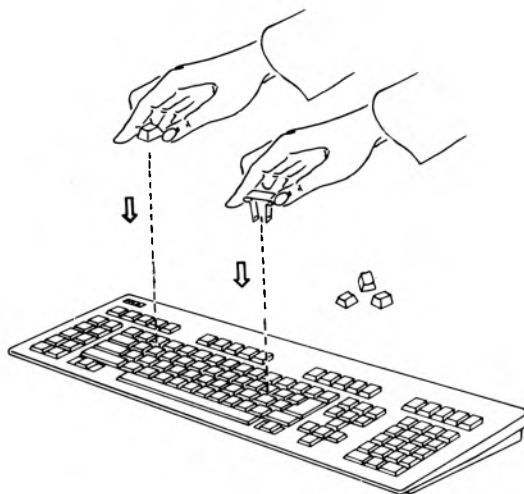

Figure 1
**2** Carefully push the keytips onto their respective key systems see Figure 1. Always use tool provided, if it is necessary to remove a keytip.
Tasten vorsichtig in der richtigen Position einsetzen; siehe Abb.1. Für eine eventuelle Entfernung von Tasten benutzen Sie das beiliegende Abziehwerkzeug.
Positionnez les touches avec soin dans les emplacements adéquats, voir figure 1. Si besoin est, utilisez toujours l'outil fourni afin de retirer les touches.